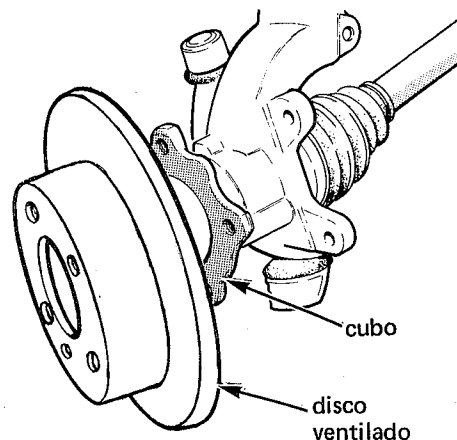

fig. 21
3. Posicionar o disco no cubo e fixá-lo com o respectivo parafuso (fig. 21)